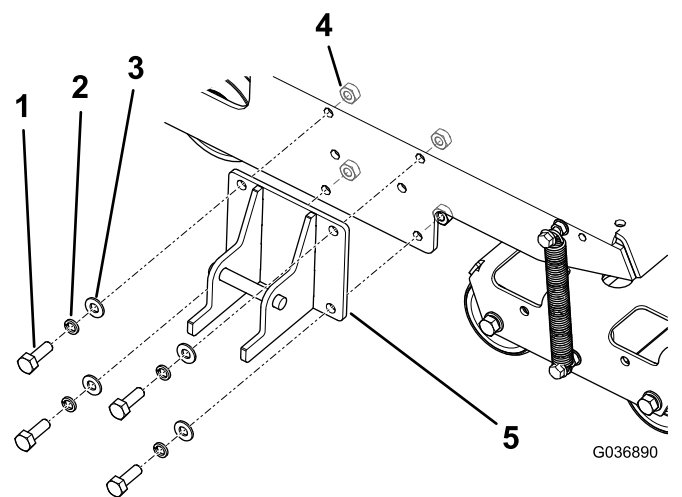

Figura 4
1. Instale el seguro de cierre al bastidor de la máquina, tal y como se muestra en la Figura 4.